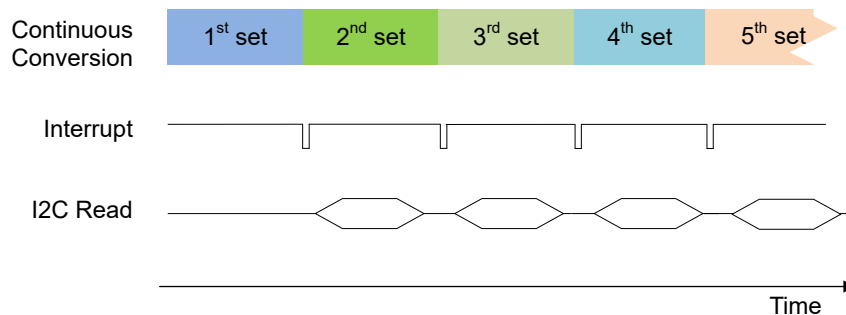

图 8-10. 使用交流线路电源进行连续转换
- 等待 $\overline{\text{INT}}$ 信号置为低电平以指示转换完成。当 $\overline{\text{INT}}$ 变为低电平时, 使用一个读取命令执行 16 位 T、X、Y、Z 寄存器读取 (请参阅图 8-10)。